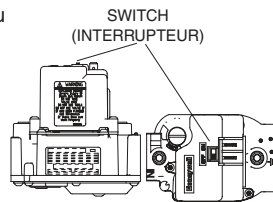

Figure 1
6. Move the gas control switch to the "OFF" position. (See Figure 1)
7. Wait five (5) minutes to clear out any gas. Then smell for gas, including near the floor. If you smell gas, STOP! Follow "B" in above information. If you don't smell gas, go to the next step.
8. Move the gas control switch to the "ON" position. (See Figure 1)
6. Régler l'interrupteur de commande du gaz à la position "OFF". (voir Figure 1).
7. Attendre cinq (5) minutes pour s'assurer de la dissipation du gaz. En cas d'odeur, ARRÊTER LE PROCÉDÉ. Suivre les instructions ci-dessus (Section B). En l'absence de toute odeur de gaz, avancer à l'étape suivante.
8. Régler l'interrupteur de commande du gaz à la position "ON". (voir Figure 1).
4. Move the gas control switch to the "OFF" position. Do not use force. (See Figure 1)
4. Régler l'interrupteur de commande du gaz à la position "OFF". Ne forcez pas. (voir Figure 1).